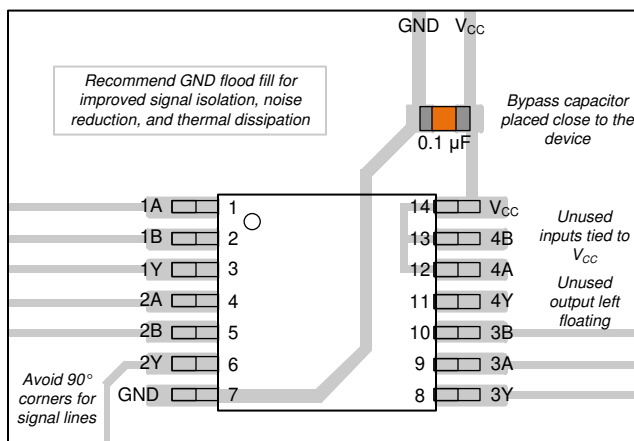

図 8-3. SN74LVC132A-Q1 のレイアウト例
1.  $V_{CC}$  と GND の間にデカップリング コンデンサを追加します。このコンデンサは、物理的にデバイスの近く、かつ  $V_{CC}$  ピンと GND ピンの両方に電氣的に近づけて配置する必要があります。レイアウト例を 図 8-3 に示します。
電源には、「**推奨動作条件**」に記載された電源電圧定格の最小値と最大値の間の任意の電圧を使用できます。電力障害を防止するため、各  $V_{CC}$  端子にバイパス コンデンサを配置する必要があります。このデバイスには  $0.1\mu F$  のコンデンサを推奨します。複数のバイパス コンデンサを並列に配置して、異なる周波数のノイズを除去することが許容されます。一般的に、 $0.1\mu F$  と  $1\mu F$  のコンデンサは並列に使用されます。図 8-3 に示すように、バイパス コンデンサを電源端子のできるだけ近くに配置すると最適な結果が得られます。